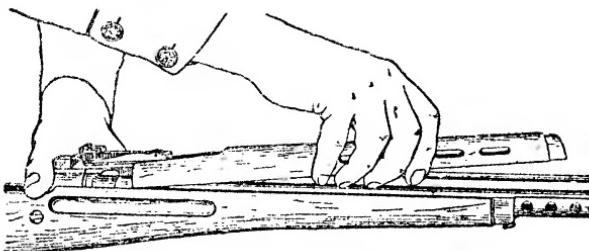

Рис. 65. Отделение ствольной накладки
**4. Снять ствольную накладку:** приподнимая передний конец ствольной накладки вверх (рис. 65), подать ее вперед до выхода заднего конца из-под колодки прицела и отделить от ствола.